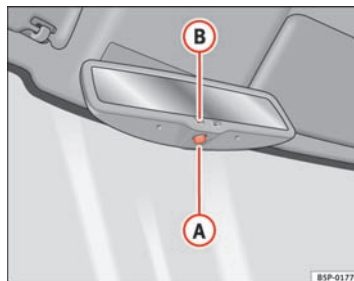

Fig. 67 Bakspejl med automatisk afblænding
- Tryk på knappen (A) ⇒ Fig. 67. Kontrollampen (B) slukker.
- Tryk på knappen (A) ⇒ Fig. 67. Kontrollampen lyser.